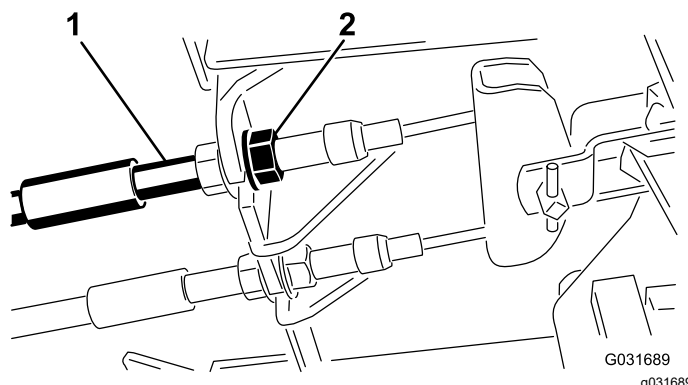

Рисунок 89
1. Чтобы уменьшить свободный ход тормозных педалей, затяните тормоза, ослабив переднюю гайку на резьбовом конце троса тормоза (Рисунок 89).